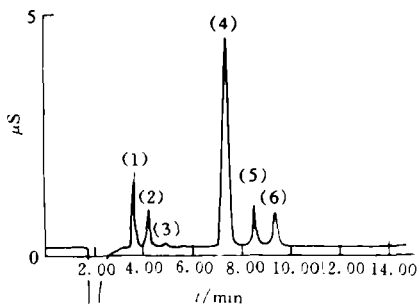

图 2 无机消毒副产物的分离测定
(2) B 部分: 无机消毒副产物 (图 2) BrO_3^- , ClO_2^- , ClO_3^- .